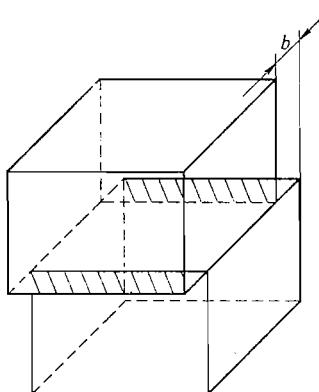

图 19-2 第三题第 1 小题解答图
- (1) 位错线 ab 和位错线 cd 的方向矢量都和其柏氏矢量 \mathbf{b} 垂直，故它们属于刃型位错；而位错线 bc 和位错线 da 的方向矢量都和其柏氏矢量 \mathbf{b} 平行，故它们属于螺型位错。
- (2) 位错环 $abcd$ 全部移出晶体后，晶体会产生宽度为一个柏氏矢量的滑移量，所产生的变形的方向与切应力 τ 的方向一致，如图 19-2 所示。